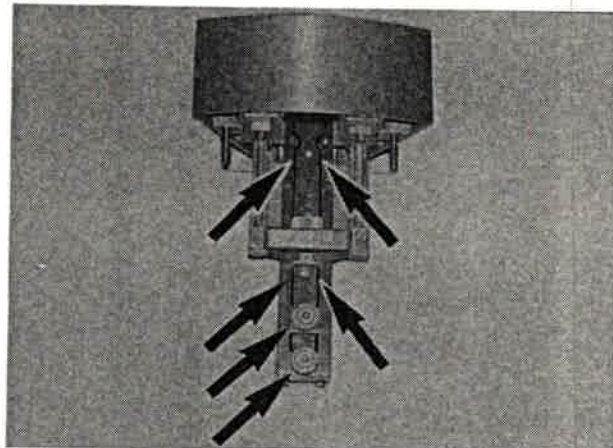

Bild 252
7. Zellen sowie Zellenböden reinigen und Führungen (Bild 252/Pfeile) einölen (Schmierstoff siehe Abschnitt 1.2).